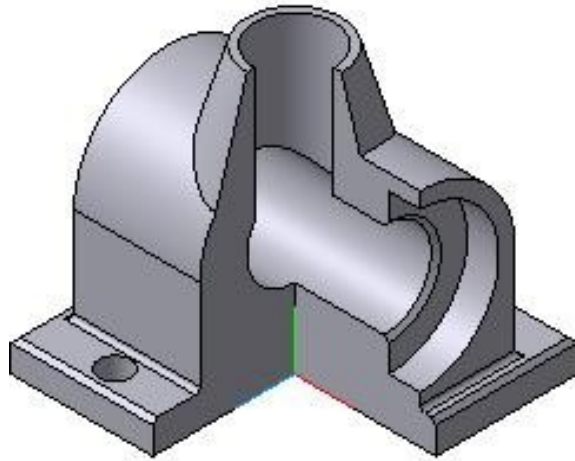

Рис. 7.33
16. Вырез четверти модели создаем при помощи команды  **Сечение по эскизу**. Результат работы представлен на рис. 7.33. Способ отображения – полу-